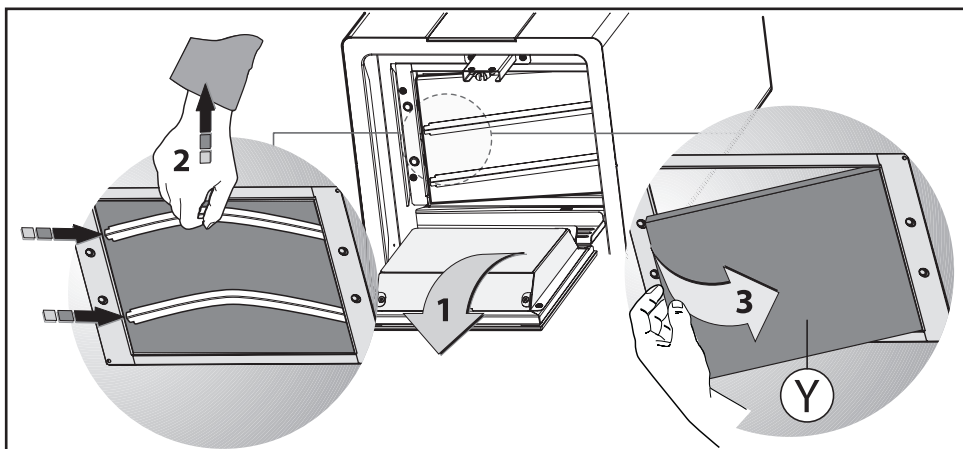

Fig.12
- Rimuovere le staffe dalla sede, tirandole verso l'esterno. (**Fig.12**).